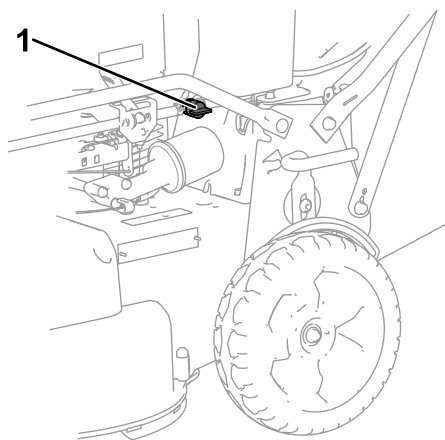

Figura 14
2. Abra la válvula de combustible (Figura 14).